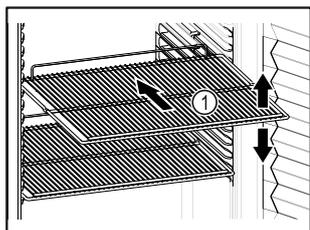

Fig. 52 Representación a modo de ejemplo
- ❑ Si los estantes de rejilla Fig. 52 (1) se pueden colocar en distintas posiciones, ajustarlos en altura.